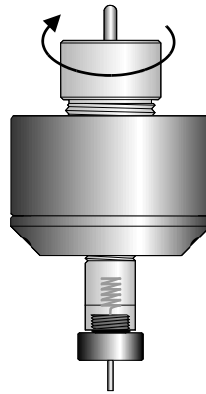

Abb. 26
- Drehen Sie die Zelle in ihre normale Lage (siehe Abb. 26).